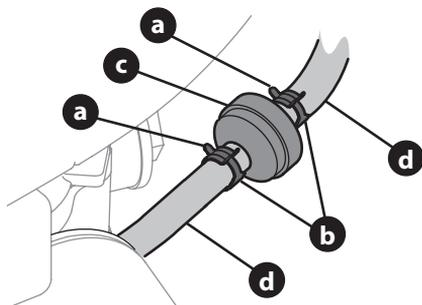

Figure 17
2. À l'aide de pinces, serrez les pattes (a) sur les colliers (b) de serrage et faites ensuite glisser les colliers en les éloignant du filtre à carburant (c) (Figure 17).